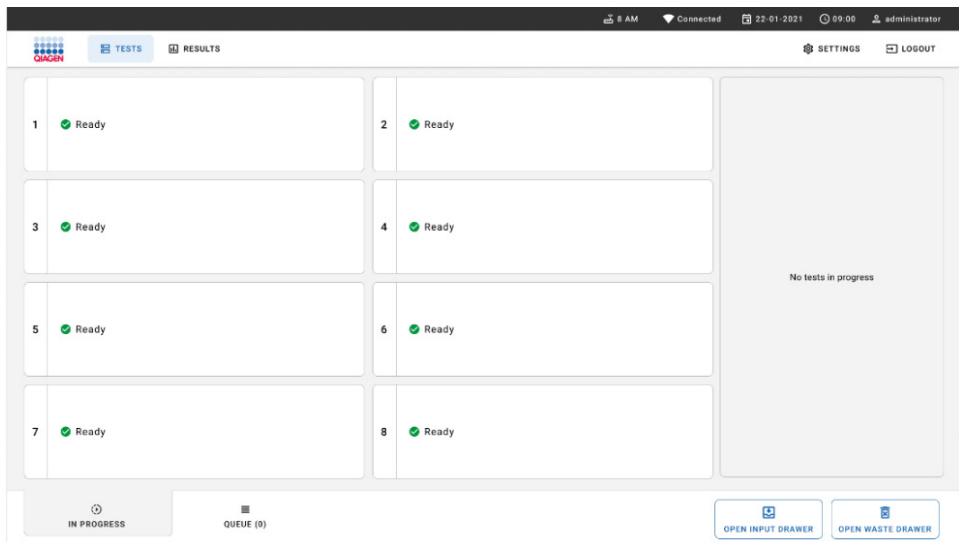

图 53.主测试屏幕。
1. 按下主测试屏幕右下角的 **OPEN WASTE DRAWER**（打开废弃物抽屉）按钮（图 53）。
3. 取出试剂盒后，关闭废弃物抽屉。系统将扫描托盘并返回主屏幕（图 53）。如果出于维护目的取出托盘，请确保在关闭抽屉前正确插入托盘。
4. 按下屏幕右下角的 **OPEN INPUT DRAWER**（打开进样抽屉）按钮（图 53）。